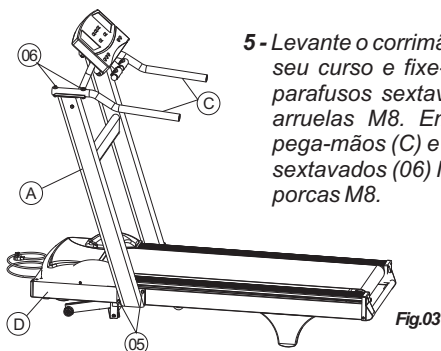

Fig.03
- 5 - Levante o corrimão (A)-Fig.03 até o final de seu curso e fixe-o no chassi (D) com os parafusos sextavados (05) M8x20 mm e arruelas M8. Em seguida posicione os pega-mãos (C) e fixe-os com os parafusos sextavados (06) M8x50 mm, arruelas M8 e porcas M8.